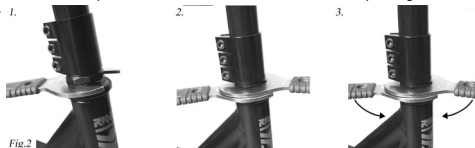

Fig.2
4. Si dispones de llaves para dirección, aprieta ambas tuercas una contra otra. Esto prolongará el tiempo de uso hasta el próximo ajuste (Fig. 2).